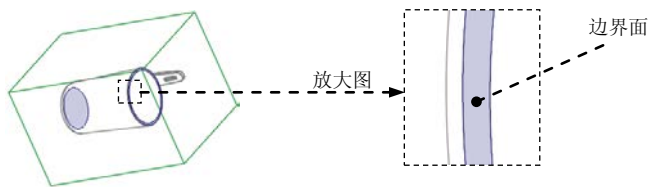

图 7.31 定义边界面
③ 定义边界曲面。在系统 指定限制这些曲面的边界曲面。 的提示下，从列表选取图 7.31 所示的边界面。